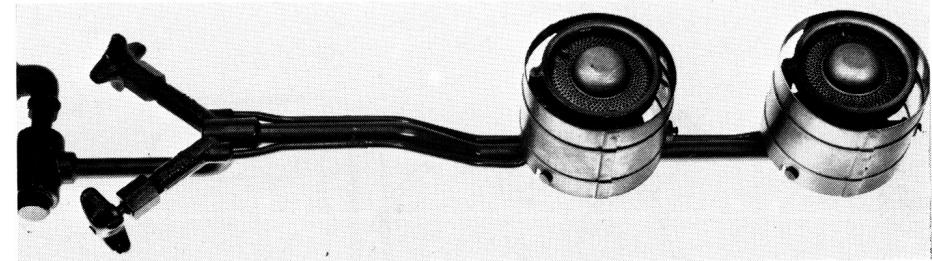

Fig 11
24. **Der Brennerarm** (Fig 11) ist klappbar und durch den Gelenkhahn (Fig 9) mit dem Brennstoffbehälter verbunden. Ist der Arm zum Behälter hochgeklappt, kann kein Brennstoff ausfliessen, auch dann nicht, wenn die Brennerhahnen offen sein sollten. Zum Versorgen in die Kiste wird der Brennerarm hochgeklappt und mit einer Lederschlaufe am Behälter festgemacht.
La conduite des brûleurs (Fig 11) peut être relevée. Elle est reliée au réservoir de carburant par le robinet articulé (Fig 9). Lorsque la conduite est relevée, le carburant ne s'écoule plus, même si les robinets de carburant sont restés ouverts. Avant de ranger le brûleur à essence dans sa caisse, relever la conduite des brûleurs et la fixer au réservoir au moyen de la courroie ad hoc.
Il braccio del bruciatore (Fig 11) è pieghevole e collegato al serbatoio dal rubinetto articolato (Fig 9). Quando il braccio del bruciatore è piegato contro il serbatoio, il carburante non può scorrere anche se i rubinetti del carburante fossero aperti. Per deporre il bruciatore a benzina nella cassa d'imballaggio il braccio del bruciatore viene piegato contro il serbatoio e fissato con l'apposito cinturino.